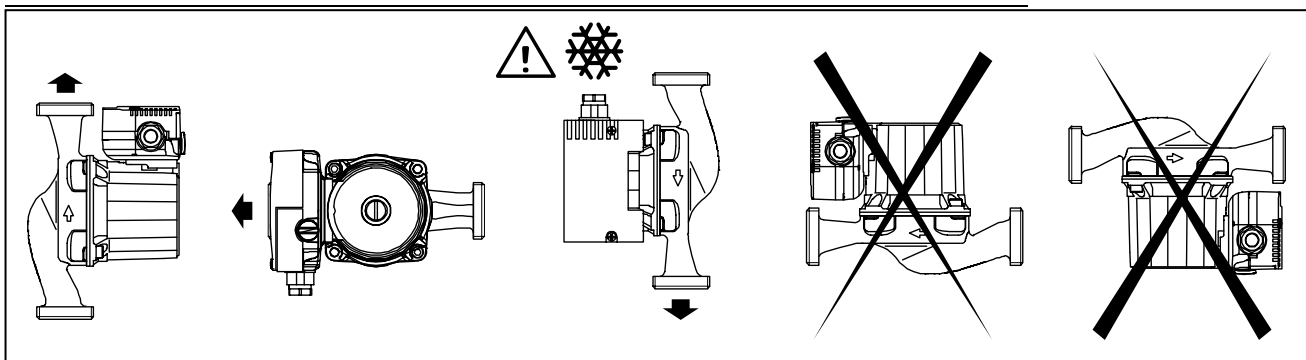

Рис. 1
- Насос монтируется только с горизонтальным расположением вала (Рис. 1).